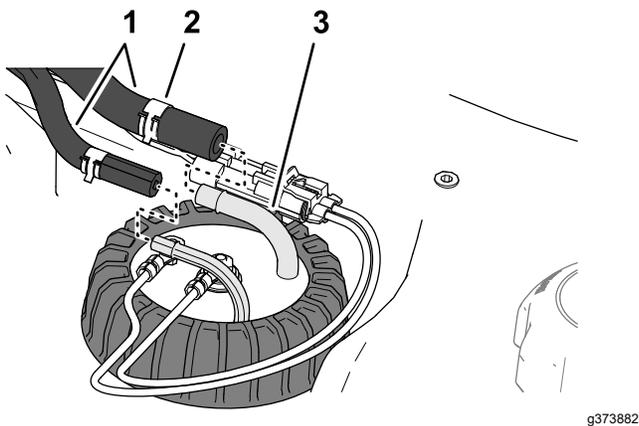

Рисунок 125
4. Сдвиньте зажимы, которые крепят шланги к штуцерам датчика уровня топлива, идущие внутрь, и снимите шланги со штуцеров (**Рисунок 125**).